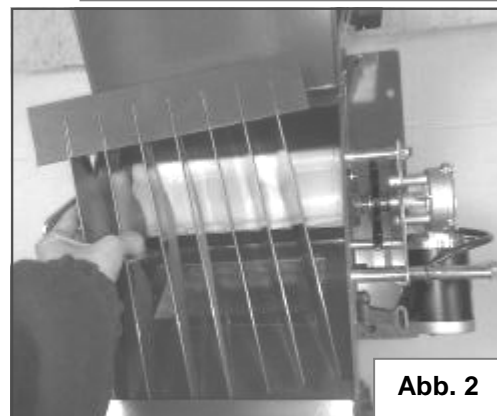

Abb. 2
- Bodenklappe öffnen und Lamelle herausnehmen. (Abb. 2)